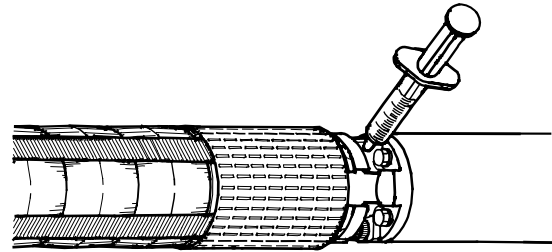

Abb. 7 Position des Einfüllventils
- Mit einem Schraubendreher den Filter, der vor dem Ventil im oberen Lagergehäuse sitzt, heraushebeln. Hat der Filter einen Schlitz, ist er herauszuschrauben. Die Position des Einfüllventils ist der Abb. 7 zu entnehmen.
- Füllspritze gegen das Ventil drücken und Flüssigkeit einspritzen, Abb. 7. Jeder übermäßige Druck mit der Spritze auf das Ventil ist zu vermeiden, um dieses nicht zu beschädigen. Das ist besonders wichtig, weil ein beschädigtes Ventil undicht sein kann.